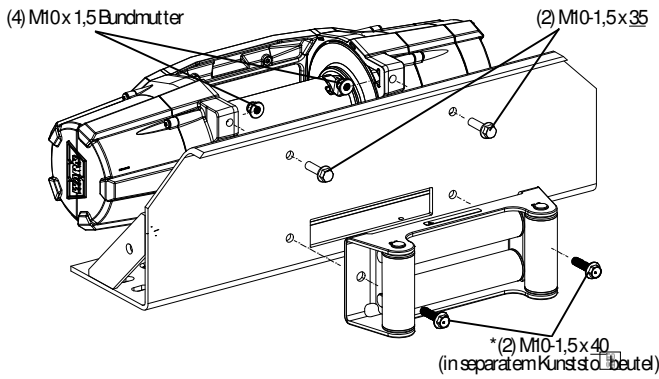

Abbildung 3 Horizontale Ausrichtung, FüÙe nach vorne
- \*(2 x) M10-1,5 x 40 Sechskant-Lötlasch, 8,8, Schraube (gemäß Abb. 3 für Seitbasismontage verwenden) \*in separatem Kunststoffbeutel.